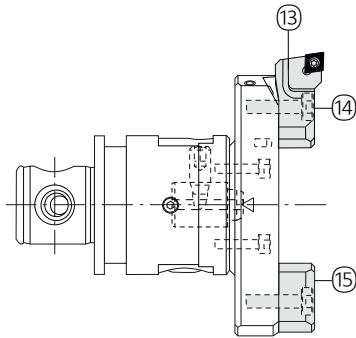

Fig. 5
**Porte-plaquette pour opérations d'alésage et contrepoinds (Fig. 5)**